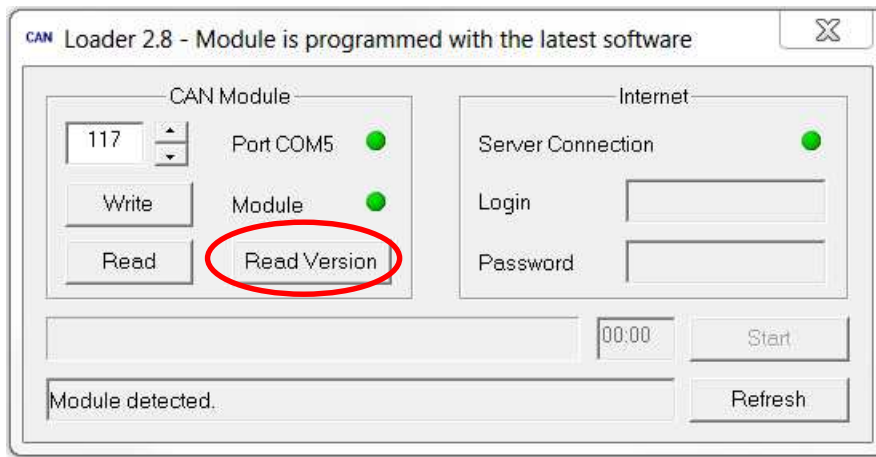

Рис.8
- узнать версию программы можно, нажав на **Read Version** (см. рисунок 8,9)